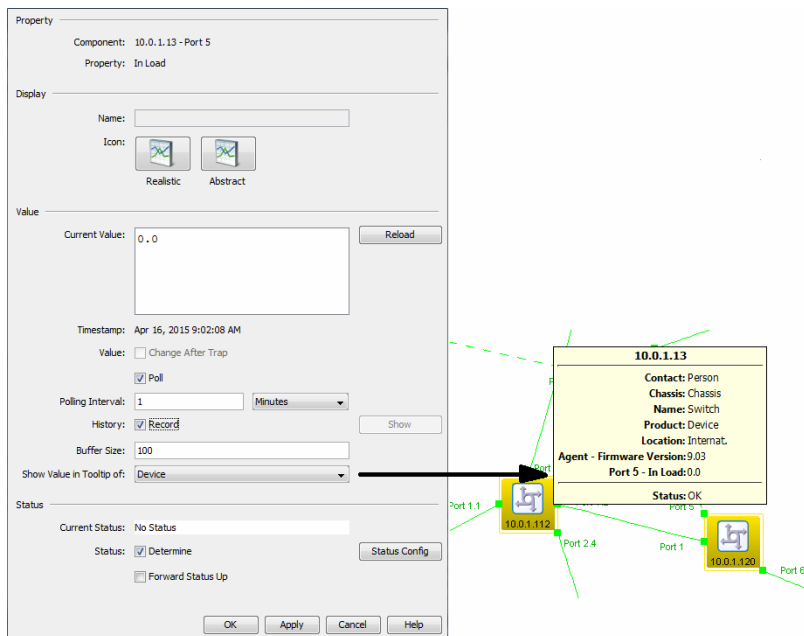

Figura 65: Proprietà dettaglio
- Tramite “Buffer Size” è possibile indicare quante righe devono essere memorizzate nel protocollo. Se si desidera visualizzare questo valore anche nella finestra d'aiuto di un componente di livello superiore, selezionare il componente “Show Value in Tooltip of” nell'elenco a scorrimento (vedi figura 65).